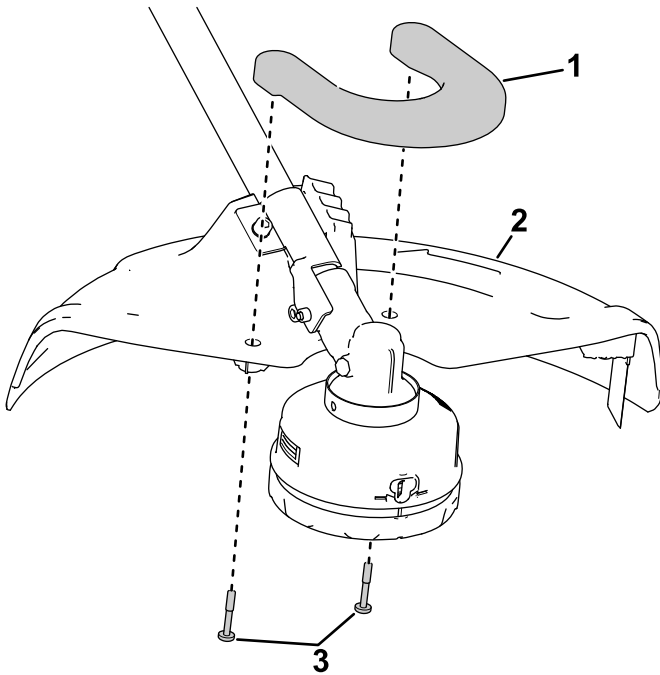

Bild 5
3. Befestigen Sie die vordere Schutzvorrichtung mit den beiden Halbrundschrauben an der hinteren Schutzvorrichtung (Bild 5).